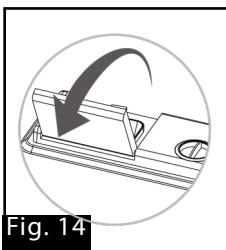

Fig. 14
2. La tapa se abrirá automáticamente (Fig. 14).